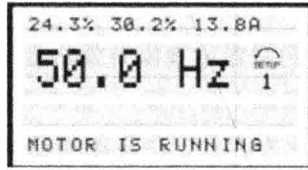

图 1-10 读数状态 II 显示内容
(2) 读数状态 II 在该状态下,同时显示四个运行变量的数据值,这些值带有相关单位。例如,在第一行和第二行中选择参照值、转矩、电流和频率作为变量,图 1-10 所示为读数状态 II 显示的内容,通过按下[DISPLAY / STATUS](显示/状态)键可在读数状态 I 和 II 之间进行切换。